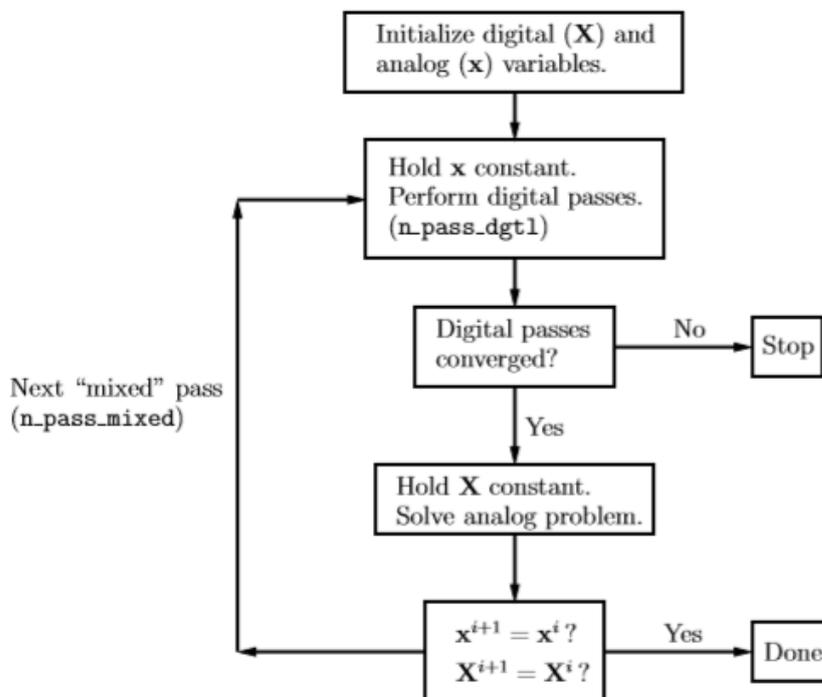

Рис. 21. Алгоритм для смешанного анализа в условиях DC или start-up
Значение  $V_{01}$ , например, должно быть таким, чтобы оно удовлетворяло логическому поведению вентиля NOR и аналоговому решению для RC цепи. То же относится и к другим переменным. Для анализа на постоянном токе или начального анализа на рис. 21 показан алгоритм, реализованный в SEQUEL. Теперь мы имеем внутренние проходы для получения решения для цифровых переменных (X) и внешние проходы, чтобы убедиться, что аналоговые переменные (x) также согласованы с цифровыми переменными (X). Параметр `n_pass_mixed` управляет внешними проходами:
\* `n_pass_mixed` (optional, default=20): максимальное число внешних проходов (см. рис. 21), которое нужно сделать для получения DC или start-up решения для схемы, включающей цифровые и аналоговые элементы. Заметьте, что внутренние проходы в этом случае всё ещё управляются параметром `n_pass_dgtl`, который был рассмотрен ранее.